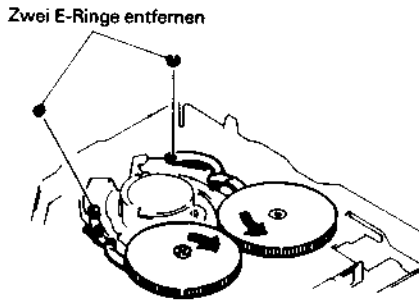

Abb. 2.96 Ausbau der Vorratsteller- und Wickelteller-Ladenocken-Zahnräder
Ausbau der Vorratsteller- und Wickelteller-Ladenocken-Zahnräder (Abb. 2.96, 2.97)
7. Das Ladenocken-Zahnrad drehen, um die Führungsrolle in den Ladestatus zu bringen (siehe Abb. 2.96).
9. Zwei (2) E-Ringe entfernen und das Ladenocken-Zahnrad herausziehen (siehe Abb. 2.96).
6. Das Ladenocken-Zahnrad ausbauen (siehe Abb. 2.96, 2.97).